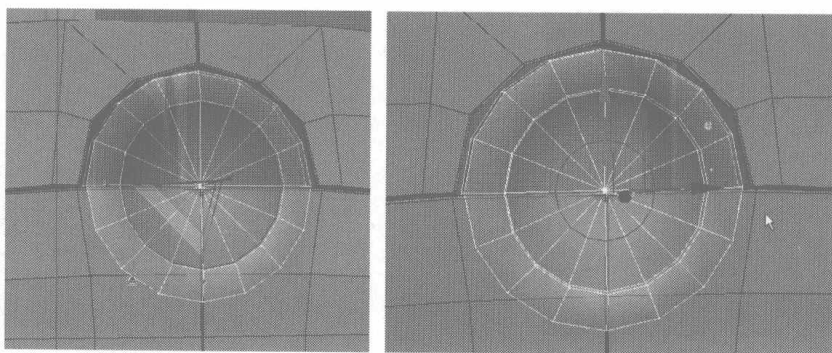
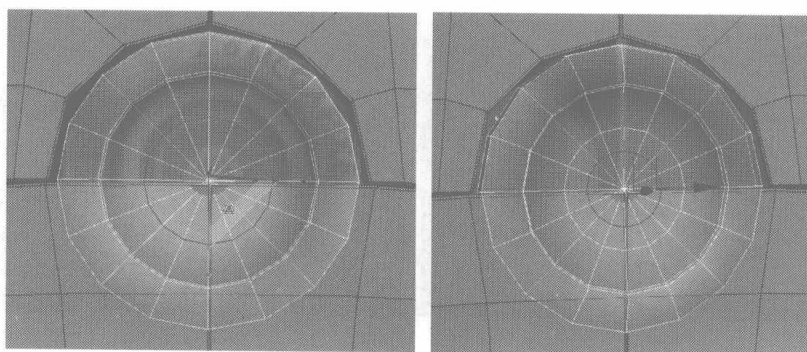

图 4.115
图 4.116
- 05** 使用缩放工具将添加的细线同比例放大, 如图 4.115 所示, 再分别继续添加细线, 并进行缩放, 如图 4.116 所示。